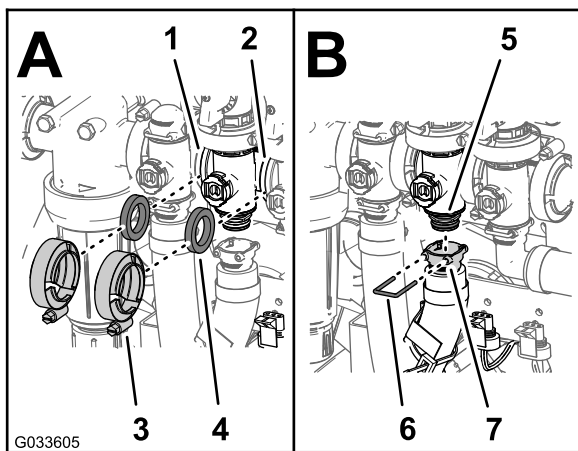

Рисунок 128
2. Смонтируйте перепускной клапан перемешивания, прокладку и коллектор клапана перемешивания с помощью фланцевого хомута, затянув его вручную (Рисунок 128).
3. Установите прокладку между фланцами клапана управления нормой внесения и коллектором клапана перемешивания (Рисунок 128А).
- Смонтируйте клапан управления нормой внесения, прокладку и коллектор клапана перемешивания с помощью фланцевого хомута, затянув его от руки (Рисунок 128А).
- Установите прокладку между фланцами коллектора клапана перемешивания и главного клапана стрелы (Рисунок 128А).
- Смонтируйте коллектор клапана перемешивания, прокладку и главный клапан стрелы с помощью фланцевого хомута, затянув его от руки (Рисунок 128А).
- Установите выпускной штуцер на штуцер муфты в нижней части коллектора клапана перемешивания (Рисунок 128В).
- Закрепите выпускной штуцер на штуцере муфты, вставив держатель в гнездо выпускного штуцера (Рисунок 128В).